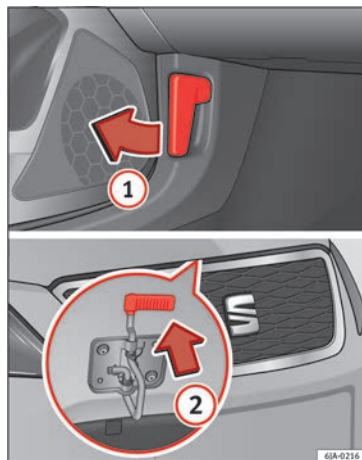

Fig. 204 Desbloqueo del capó del motor.
- Tire de la palanca **(1)** » **fig. 204** que se encuentra bajo el tablero de instrumentos en el sentido que indica la flecha.
- Tire de la palanca de seguridad en la dirección de la flecha **(2)** » **fig. 204**, el capó se desbloquea.